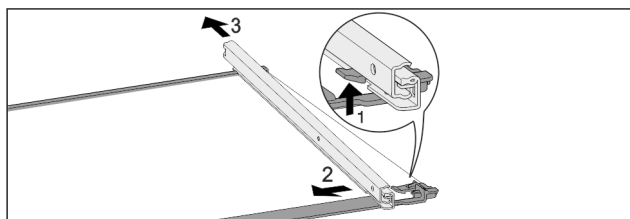

Fig. 125 Skleněná deska s kolejničkami
- ▶ Přední aretační háček zatlačte nahoru. Fig. 125 (1)
- ▶ Výsuvnou kolejničku vysuňte stranou Fig. 125 (2) a dozadu Fig. 125 (3).